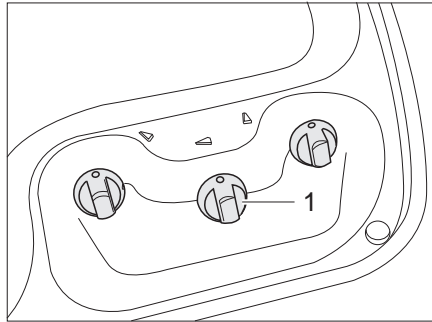
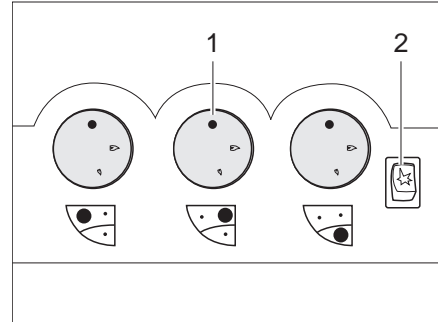

Bild 218 Bedienelemente für Gaskocher (Variante 1)
Bild 219 Bedienelemente für Gaskocher (Variante 2)
- Drehregler (Bild 218,1 oder Bild 219,1) der gewünschten Brennstelle auf Zündposition (große Flamme) drehen.
- Wenn eine Zündtaste (Bild 219,2) vorhanden ist: Funke durch Drücken der Zündtaste erzeugen.